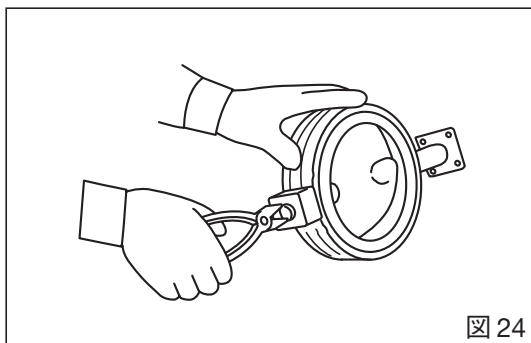

図 24
4. 下部弁棒の引き抜き：本体を横向きに固定し、底蓋を固定していた六角ボルトを利用し、下部弁棒下部のネジ部に少々ねじ込みます。次に六角ボルトを引っ張り、下部弁棒を引き抜きます。(図24)